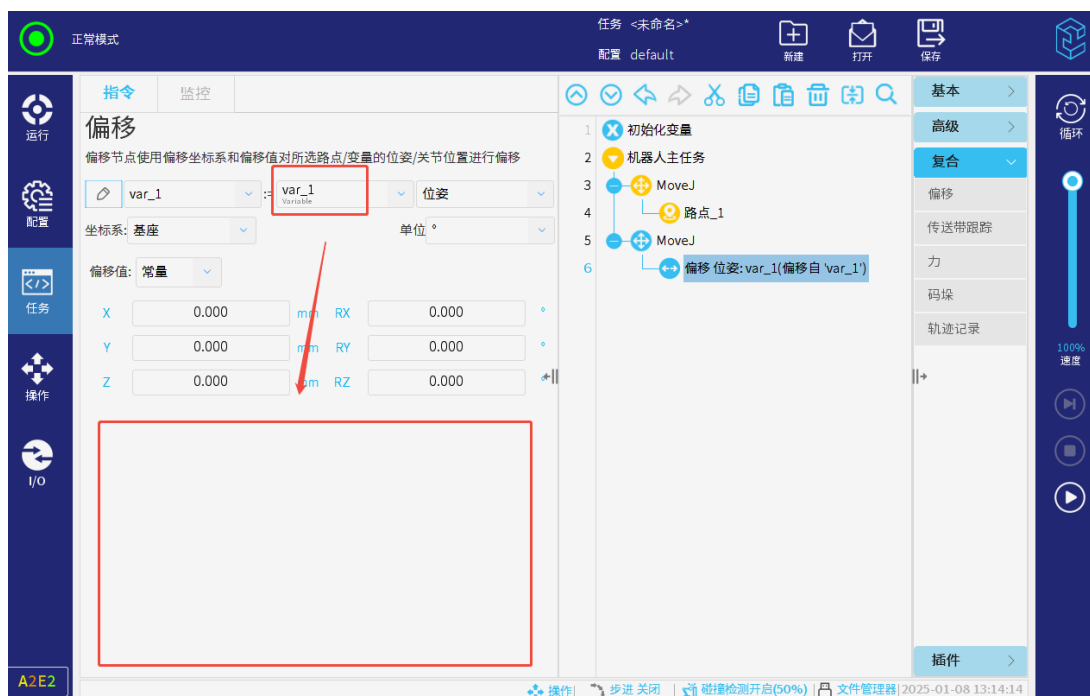

图 3-121: 偏移数据源为任务变量时的数据展示
- 由于任务变量非全局变量，机器人未运行状态下无法获取数据值，故偏移数据源为任务变量时，这里不展示偏移前后的数据，如图 3-121所示。